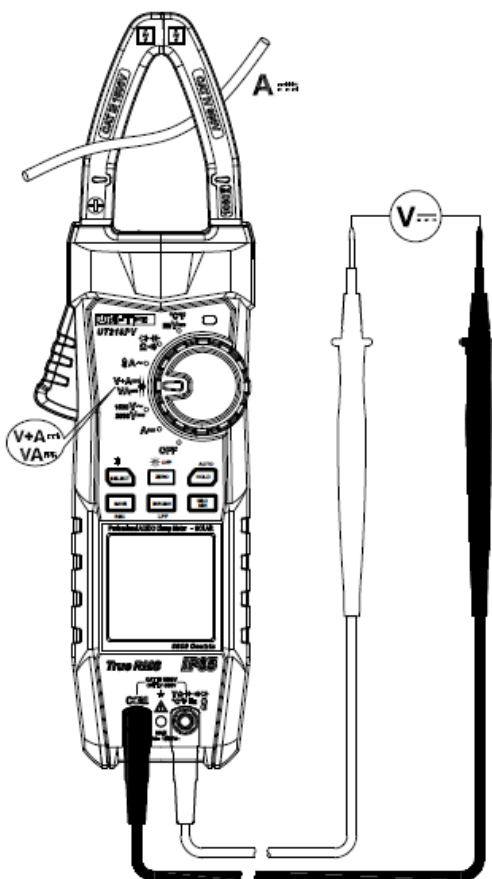

Figura 7
3. Misura della potenza CC e della tensione/corrente CC (Figura 7)